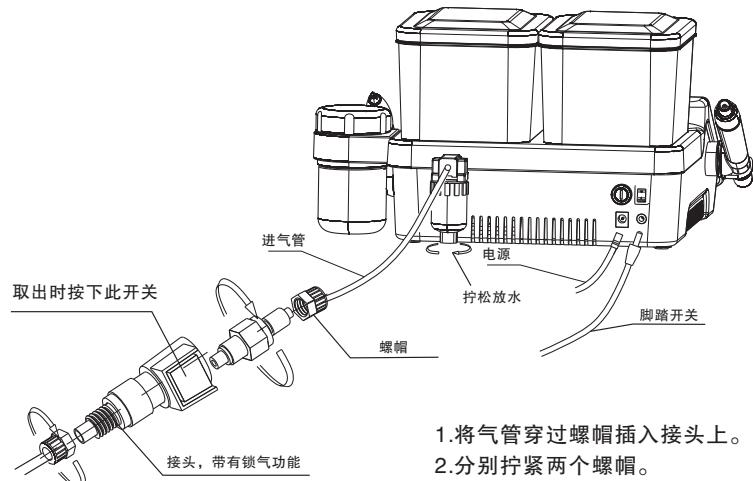

图7
- 5) 气路安装：连接外接气源至进气路口（如图7）。
- 7) 将主机电源开关置于关闭状态，然后将电源输出端与主机相连，再将电源输入端接通市电（如图7）。